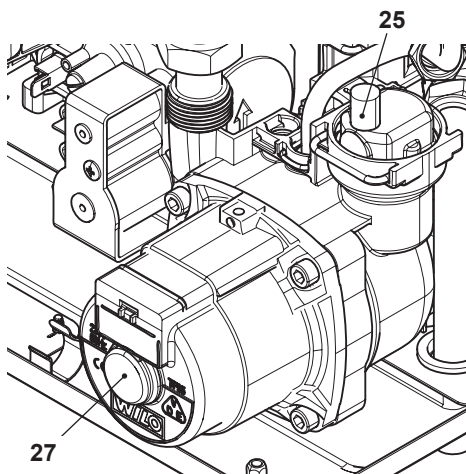

Figura 6.3
- Alzare il tappo della valvola di sfiato automatica 25 in Figura 6.3.
- Togliere il tappo 27 in Figura 6.3 e sbloccare la pompa ruotando il rotore con un cacciavite.